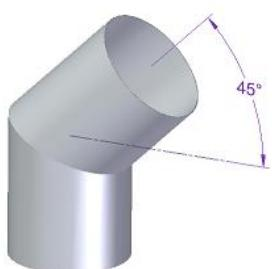
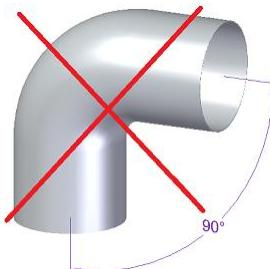

Figura 1 - Inclinación correcta para las curvas
Figura 2 - Inclinación incorrecta para las curvas
- \* En las condiciones nominales de funcionamiento, el tiro de los gases de combustión debe originar una depresión de -12 Pa un metro por encima de la boca de la chimenea. Para que la instalación sea buena, deben aplicarse, en vertical, al menos 2 metros de tubo metálico de chimenea con el mismo diámetro de la salida de humos del insertable. A continuación de esta sección se pueden utilizar elementos de tubería con una inclinación máxima de 45°. En las Figura 1 e Figura 2 se muestran las inclinaciones correcta e incorrecta de las curvas, respectivamente;